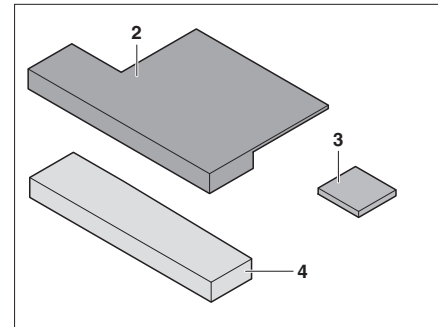

Bild 184 Zusatzpolster
- Sitzkeil (Bild 184,3) an Zusatzpolster (Bild 184,2) anbringen (mit Klettverschluss).